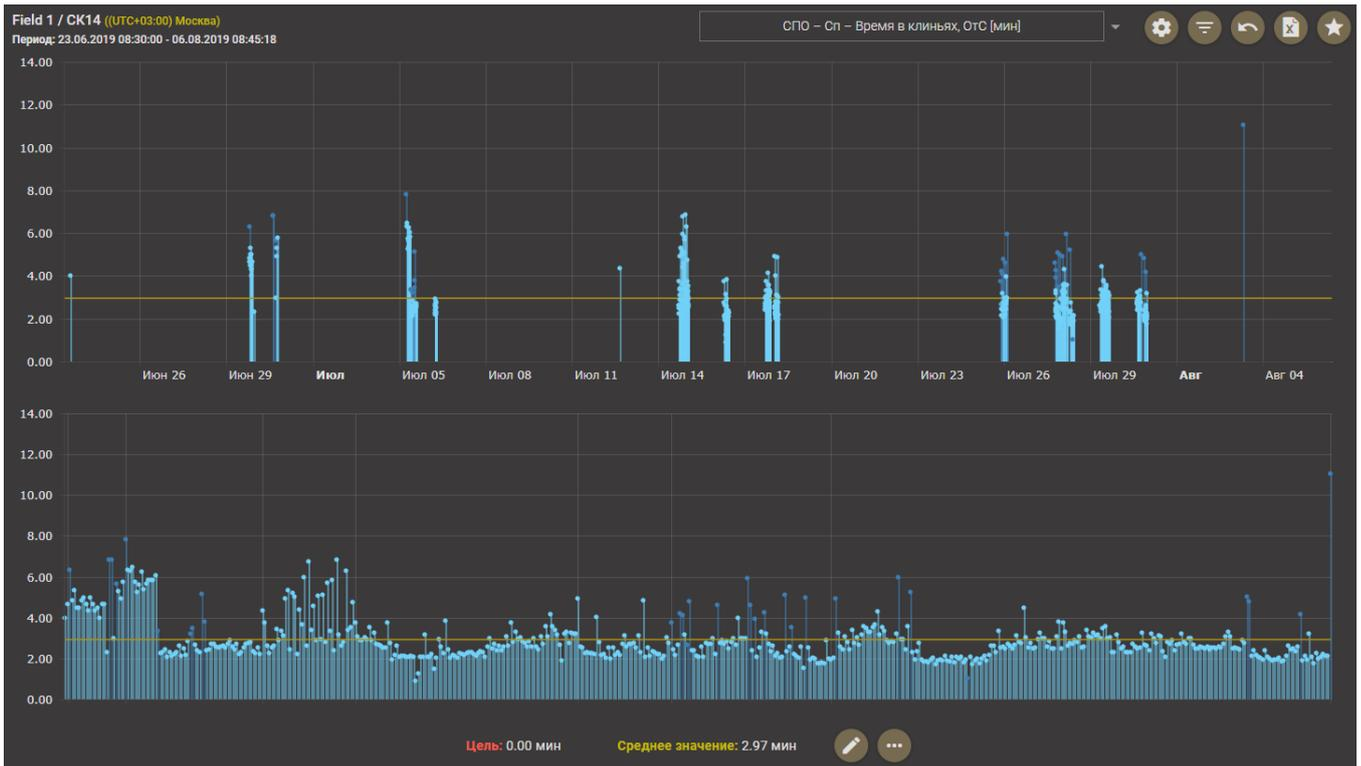

Рис. 2.46
- 2) В области отображения появятся диаграммы с выбранным показателем эффективности (рис. 2.46).